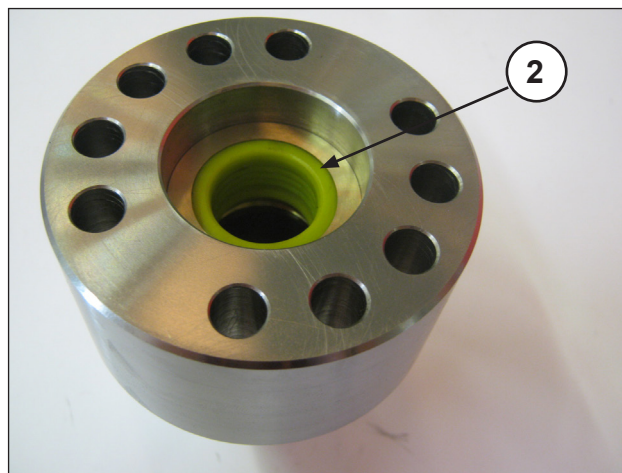
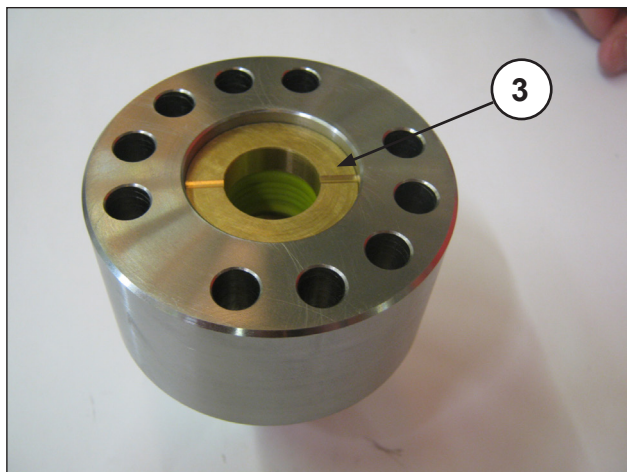
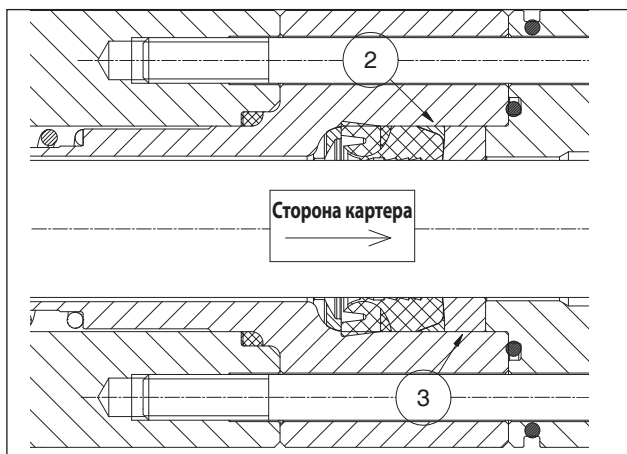

Рис. 136
Рис. 137
Рис. 138
- Установите упорное кольцо ② и втулку уплотнений ③, как на Рис. 136, Рис. 137, Рис. 138.
При введении втулки уплотнений ③ в опору она должна быть повернута отводами наружу (в сторону картера), как показано на Рис. 137 и Рис. 138.